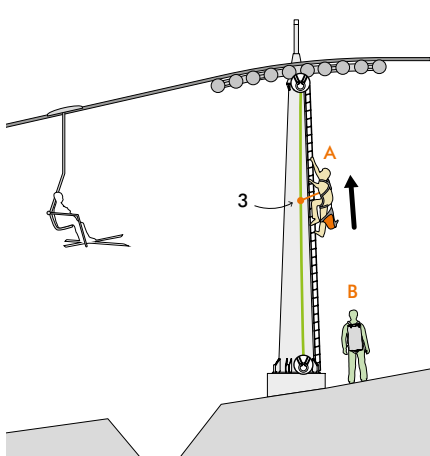

Fig. 1
1) Los operarios A y B, después de colocarse el casco (1) y el arnés completo (2), suben a la pilaña situada más arriba de la silla cuyos ocupantes deban rescatar, protegiéndose cada uno con un dispositivo anticaídas (3) (Fig. 1).